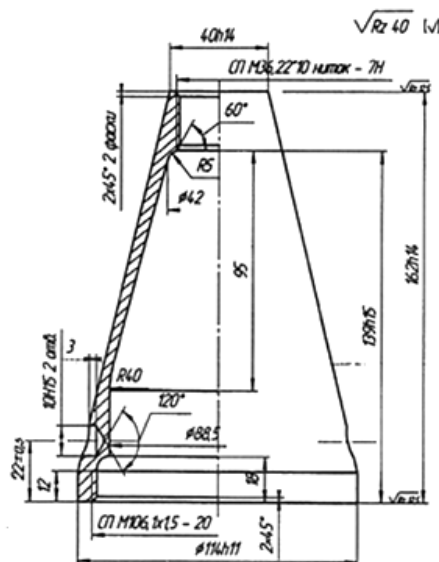
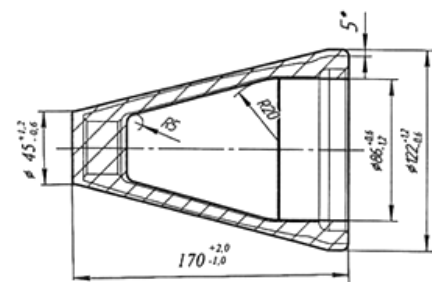

Рисунок 1 - Деталь
Рисунок 2 - Штампованная заготовка
- № 5 Какие методы обработки необходимы для изготовления детали (рисунок 1) из штампованной заготовки (рисунок 2). (Вставьте пропущенные слова соответствующие номерам).